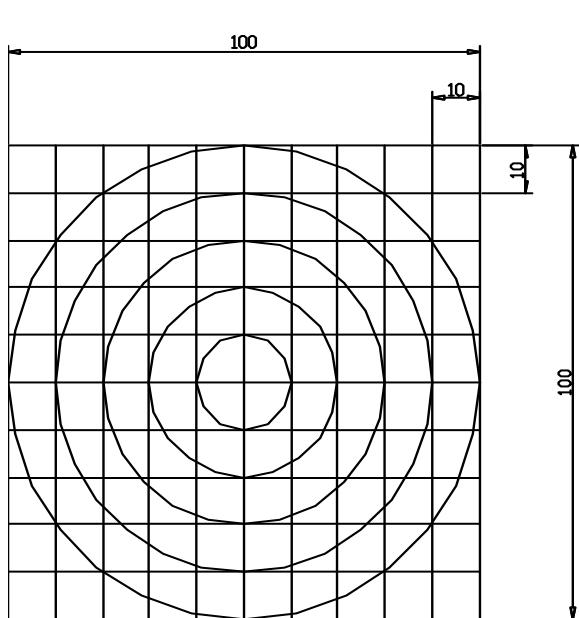

Рисунок 3.2 – Поясняющий рисунок
- 2 Построить фигуру (рисунок 3.2).